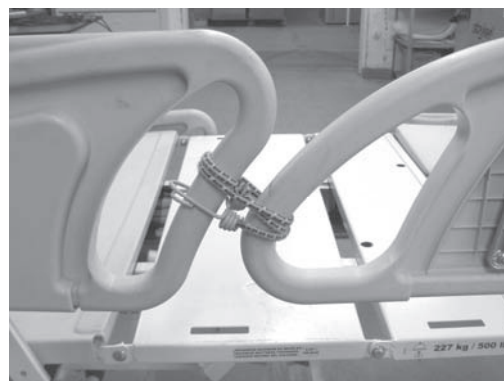

Figure 4
2. Fixer le côté de lit à réparer au côté de lit adjacent à l'aide d'un câble élastique (voir la Figure 4).
3. À l'aide de pince coupante, couper l'attache de câble inférieure (E) fixant la partie inférieure du câble gris (il peut y avoir deux câbles) à la structure en aluminium. Le jeu donné au câble est nécessaire pour effectuer les étapes suivantes.